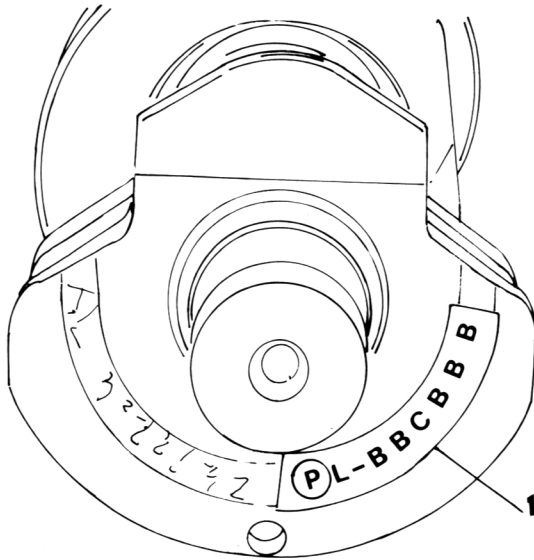

Bild 100
Die sechs Buchstaben «(P) L-BBCBBB» (Bild 100) auf dem Pleuellagergewicht bezeichnen die Kennbuchstaben für den Pleuellagerzapfen-Aussendurchmesser.